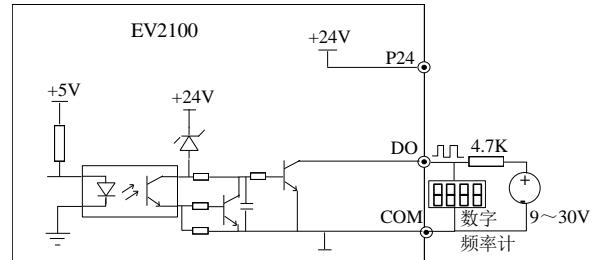

图3-30 输出端子DO连接方式2
④数字脉冲频率输出DO也可使用外部电源，9~30V，接线方式请参见图3-30。